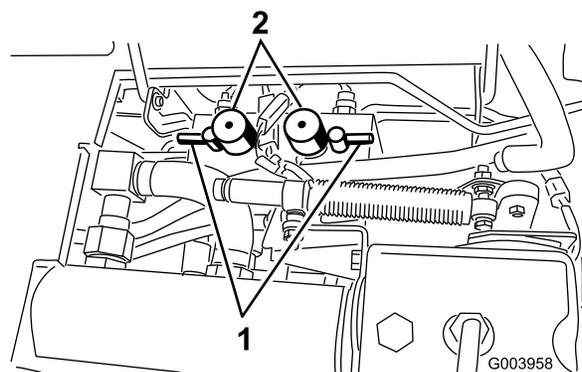

図 83
5. 両方のリール速度セレクタを 1 にセットする (図 83)。
6. バックラップ・スイッチで前のカッティングユニット又は後ろのカッティングユニット、あるいは両方を選択する (図 83)。